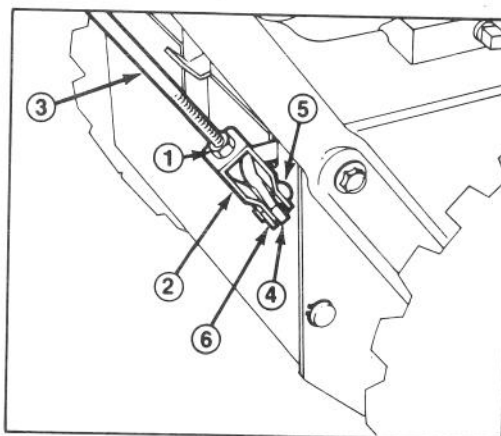

Figure 5
1. Desserrez l'écrou de blocage au-dessus de l'étrier sur la tige de commande supérieure (Fig. 5).
2. Alignez les trous de l'étrier avec la tige de commande inférieure, et fixez à l'aide d'une cheville d'étrier (Fig. 5).
5. Après avoir effectué ce réglage, posez la cheville d'étrier et fixez à l'aide de la goupille fendue. Serrez l'écrou de blocage pour maintenir l'étrier (Fig. 5).